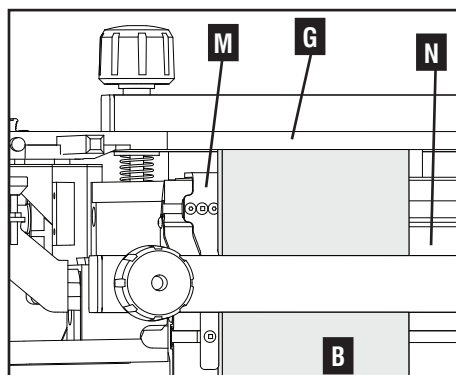

Fig. H11
10. Reubique la tabla con espiga de modo que quede al ras con la base de la horma (N), con la plantilla (G) y con la guía de borde izquierda (M), como se muestra en la Fig. H11.